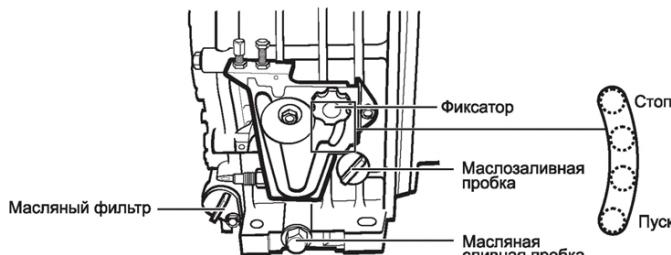

Рис. 10
1. Управление работой мотопомпы осуществляется с помощью фиксатора регулятора оборотов двигателя и шкалы на блоке управления. Чтобы переместить фиксатор в нужное положение, открутите его против часовой стрелки, чтобы зафиксировать - за-крутите по часовой стрелке (Рис. 10).
6. Установите фиксатор оборотов двигателя на блоке управления запуском и оборотами двигателя в положение «Пуск» («Start») и зафиксируйте, закрутив его (Рис. 10).
1. Управление работой мотопомпы осуществляется с помощью фиксатора и шкалы на блоке управления (Рис. 10). Чтобы переместить фиксатор в нужное положение, открутите его против часовой стрелки, чтобы зафиксировать - закрутите по часовой стрелке.